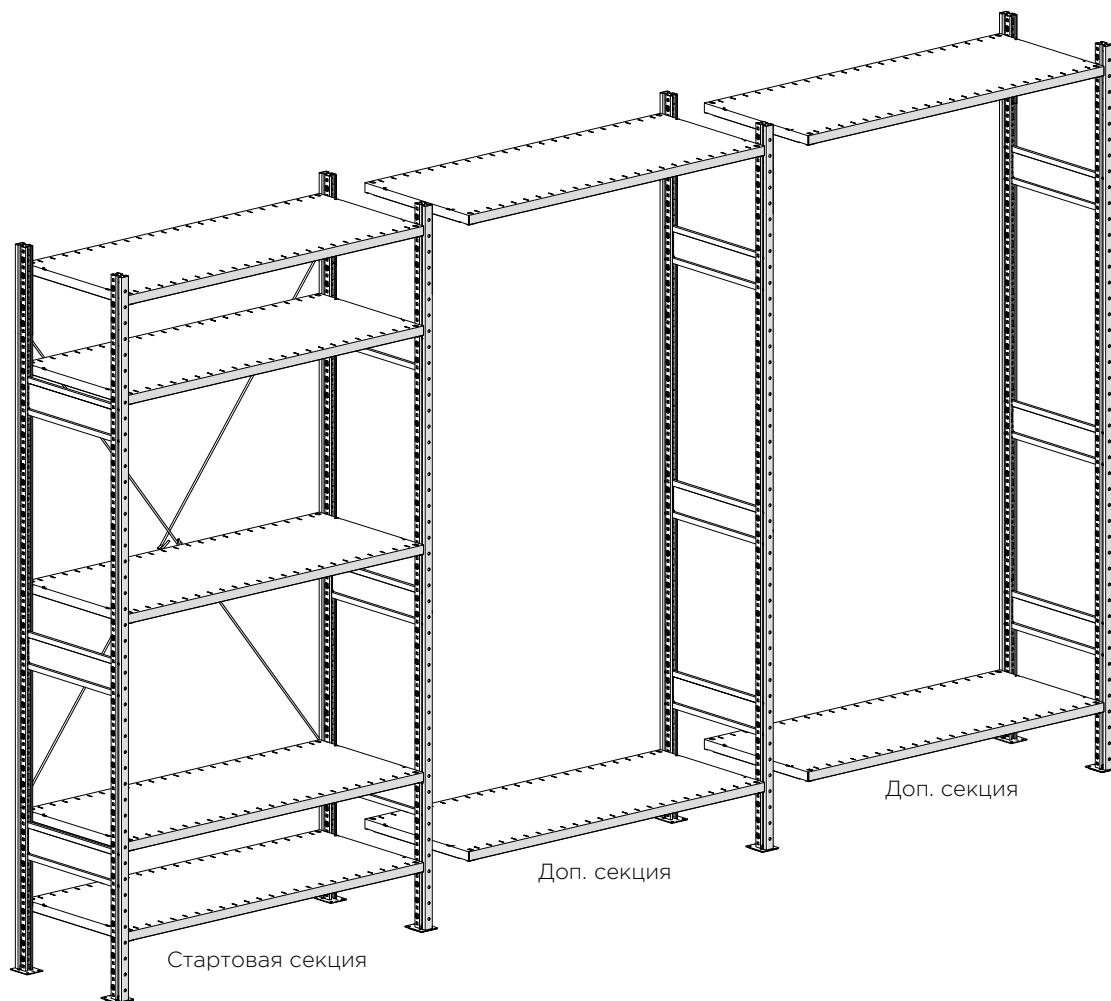

Рисунок 9 — Установка дополнительных секций
9. Приступить к монтажу последующих секций, руководствуясь алгоритмом, изложенным ранее (рис. 9).